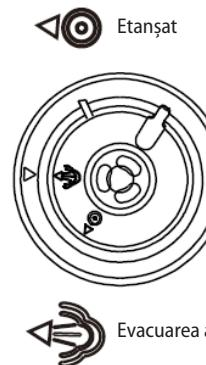

fig. 2
3. Pregătiți capacul de presiune (2), a se vedea Fig. 2.
4. Prin tragerea proeminenței metalice de pe partea inferioară a capacului îndepărtați capacul de protecție pe care este montată garnitura (4). Garnitura (4) poate fi scoasă și curățată. Asigurați-vă că garnitura (4) nu este deteriorată sau ruptă nicăieri. În caz de deteriorare, este necesară înlocuirea. Asigurați-vă că supapa flotantă (3) este curată și se poate mișca liber.
5. Îndepărtați vasul interior (8). Volumul total de alimente și apă nu trebuie să depășească 2/3 din volumul vasului interior.
6. Asigurați-vă că suprafața interioară a corpului aparatului (9) este uscată și așezați vasul interior (8) în corpul aparatului (9).
7. Puneti capacul de presiune (2), roțiți-l în sens invers acelor de ceasornic până când auziți un clic. În acel moment, capacul se află la locul potrivit.
8. Rețineți că pentru ca oala să funcționeze corect, supapa de presiune (1) trebuie să se poată mișca liber.